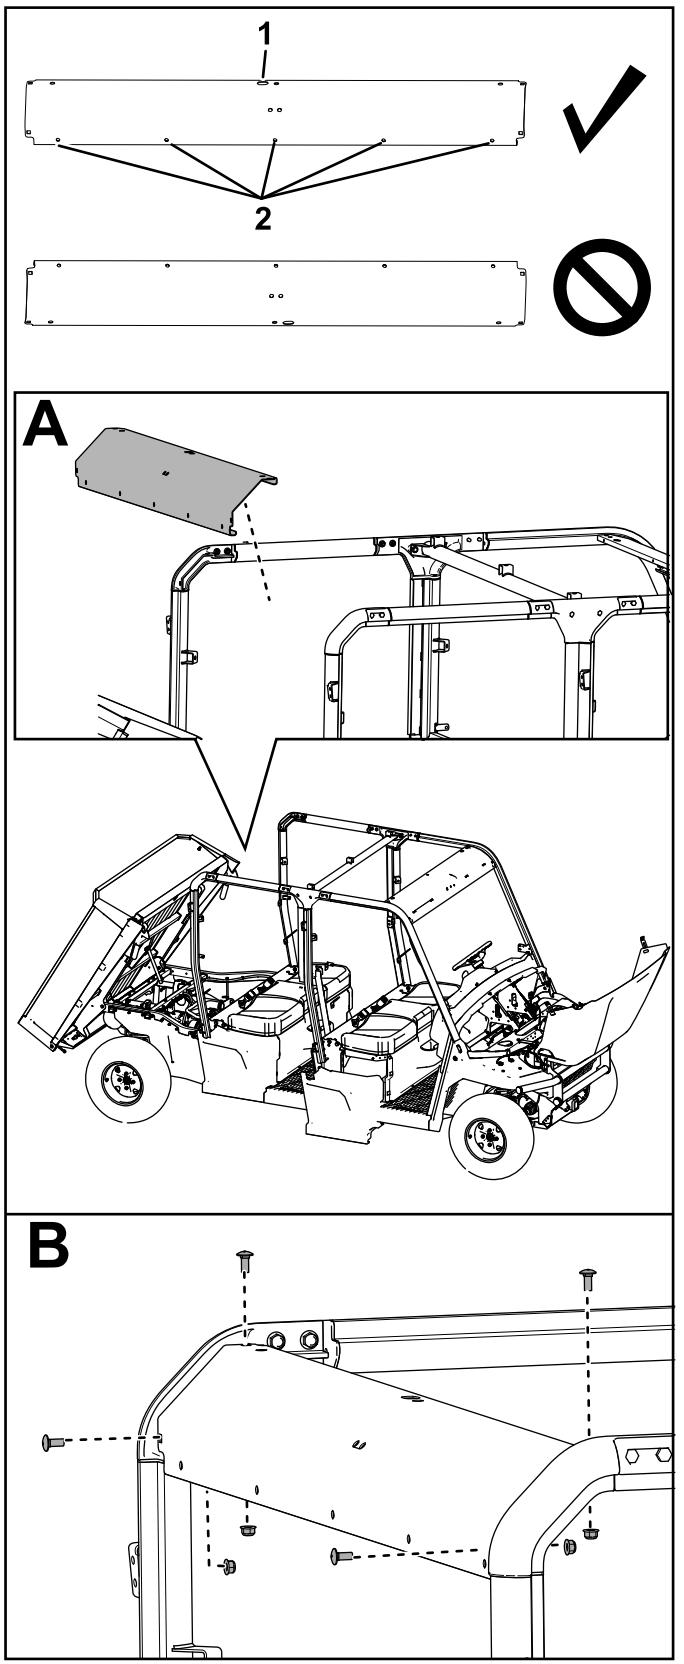

Figure 44
17. Fixez la barre transversale arrière aux barres arrière de l'arceau de sécurité à l'aide de 4 boulons de carrosserie (5/16" x $\frac{3}{4}$ ") et 4 contre-écrous (5/16"), comme montré à la Figure 44.
Veillez à monter la barre transversale à la position indiquée à la Figure 44.